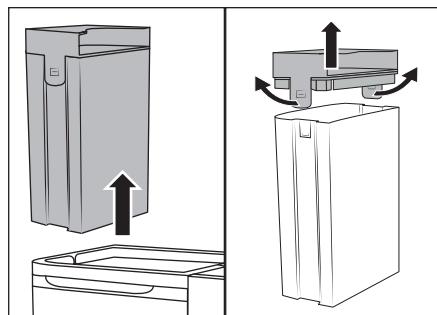

Fig. 5
(1) Hæld kun koldt eller varmt vand fra hanen eller destilleret vand i brugsvandsbeholderen ②. Brug ikke kogende vand. (2) Brug aldrig produktet uden vand i brugsvandsbeholderen ②. (3) Brug kun almindeligt ikke-skummende polsterrengøringsmiddel eller **LIDL W5 eddikerens**. Andre rengøringsmidler kan ødelægge produktet. Vi anbefaler at tilsætte tre spiseskefulde **LIDL W5 eddikerens** til en komplet påfyldning (1,7 liter) af brugsvandsbeholderen ②. Eventuelt kan du forhøje andelen af eddikerens lidt efter lidt, til du opnår det ønskede resultat.
- ◆ Hold i håndtaget ① på brugsvandsbeholderen ②, og tag den ud af produktet oppefra (se fig. 5).
- ◆ Træk de to holdetapper lidt ud, og tag låget ① af (se fig. 5).